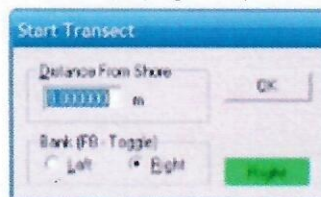

Fig. 16
c) Se deschide o fereastră în care indicăm malul râului din care începem Măsurătorile de debit (Drept sau Stâng) și distanța dintre malul râului și Streapro (Ex: 0.5 m sau 1 m etc.) (fig. 16).